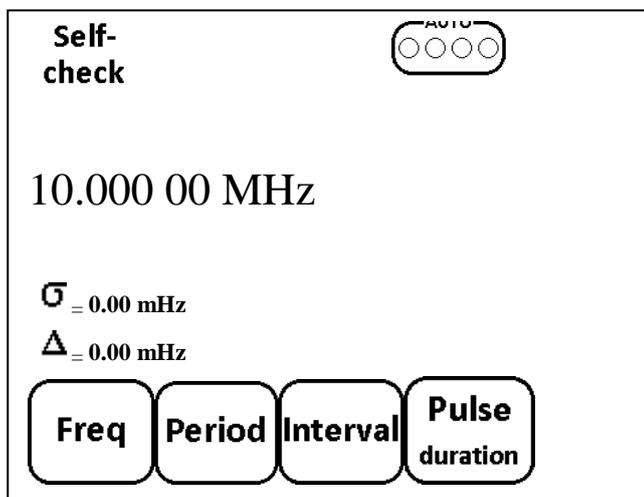

Рис. 6.10 Меню выбора режимов измерения.
- Нажать кнопку меню, поз. 14, при этом на экране ЖК появится меню выбора режимов измерения, см. Рис. 6.10